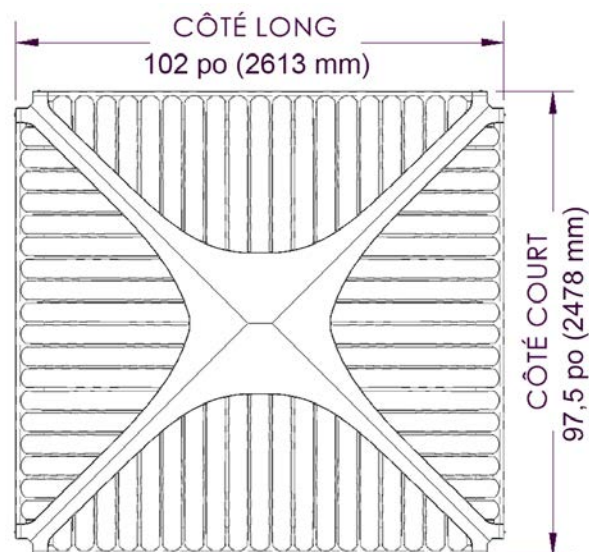

FIGURE 14: COUVERCLE RECTANGULAIRE
2. Installer la section supérieure du couvercle sur le spa et la centrer le mieux possible. Mesurer les dimensions du spa et placer le côté long du couvercle sur le côté le plus long du spa, voir Figure 14. **L'interrupteur du système d'éclairage à DEL doit être placé du côté de l'entrée du spa.**
Le couvercle est rectangulaire, voir Figure 14. Avec le modèle standard, il faudra installer le cadre de l'opérateur sur le côté court du couvercle, alors qu'avec le modèle long, il faudra installer le cadre de l'opérateur sur le côté long du couvercle.